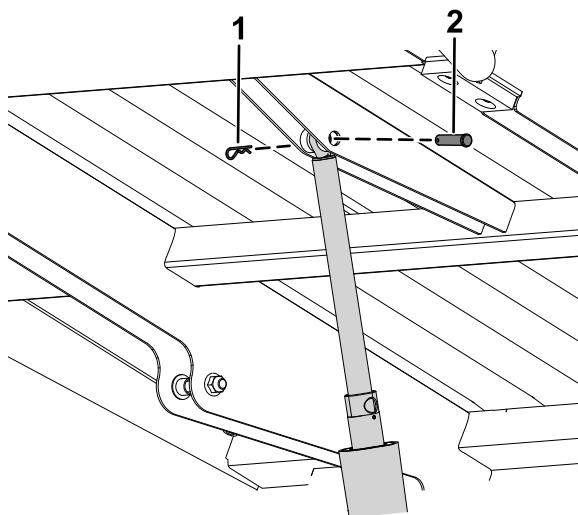

Figura 8
5. Montate la porzione estesa del cilindro di sollevamento sul pianale di carico utilizzando un perno con testa e una coppiglia (Figura 8).